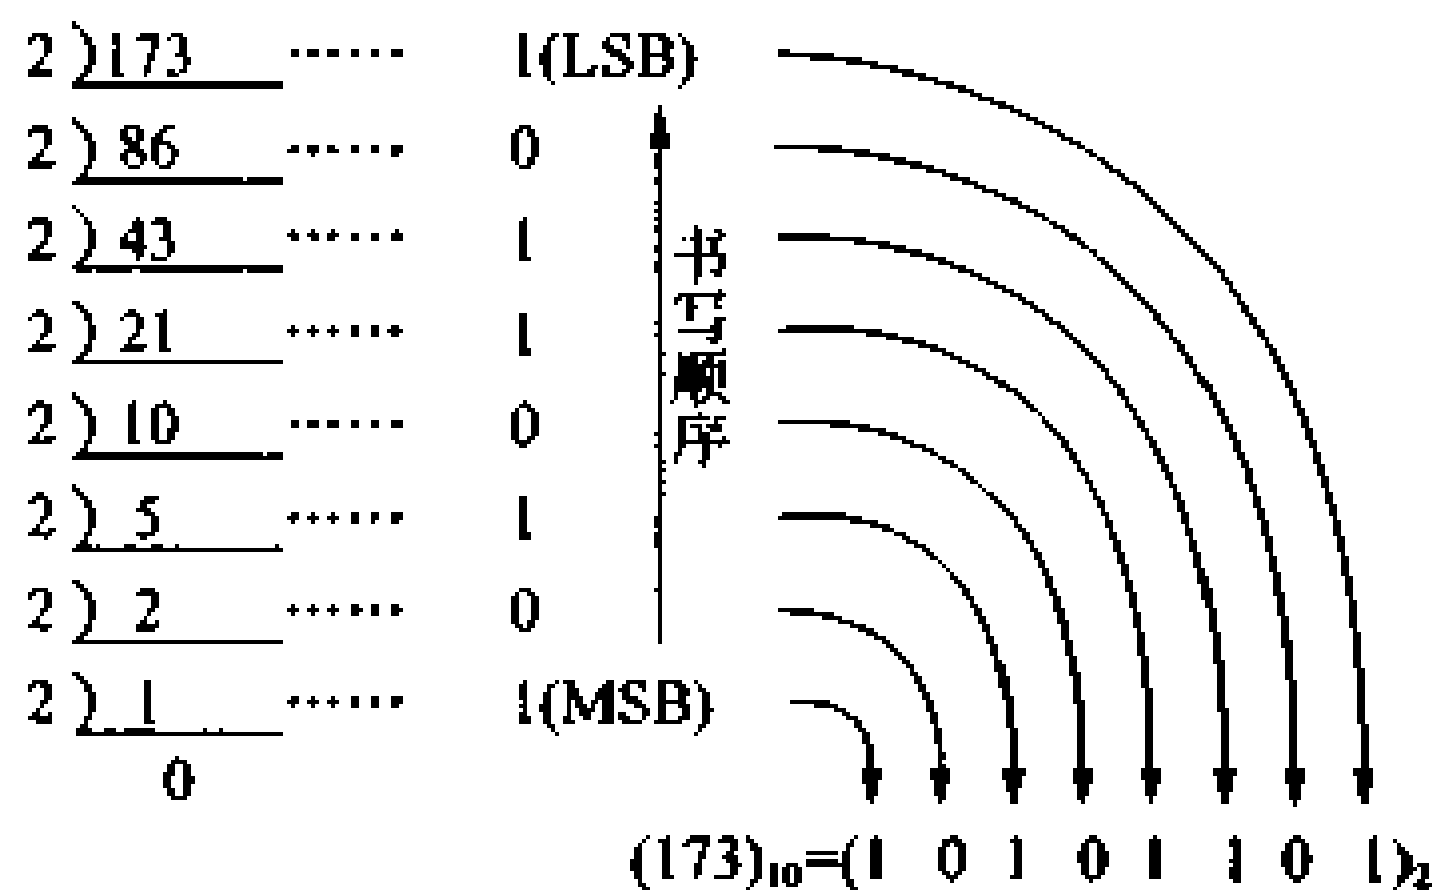

图 4.32 从十进制向二进制变换的方法
将十进制数变为二进制数, 即求上述公式右边的各  $d_i$ , 使用图 4.32 所示方法是比较简便的。
如图 4.32 所示用二进制表示数值时, 其最高位称为 MSB (most significant bit), 最低位称为 LSB (least significant bit)。
将二进制数变为十进制数时, 将各位与其权重相乘, 再全部加在一起即可。例如, 要将图 4.32 中变得的二进制数再变回为十进制数时, 其计算如下:
**解说** 将十进制数变为二进制数时,使用图 4.32 所示的方法。其计算过程显示在图 4.34 中。